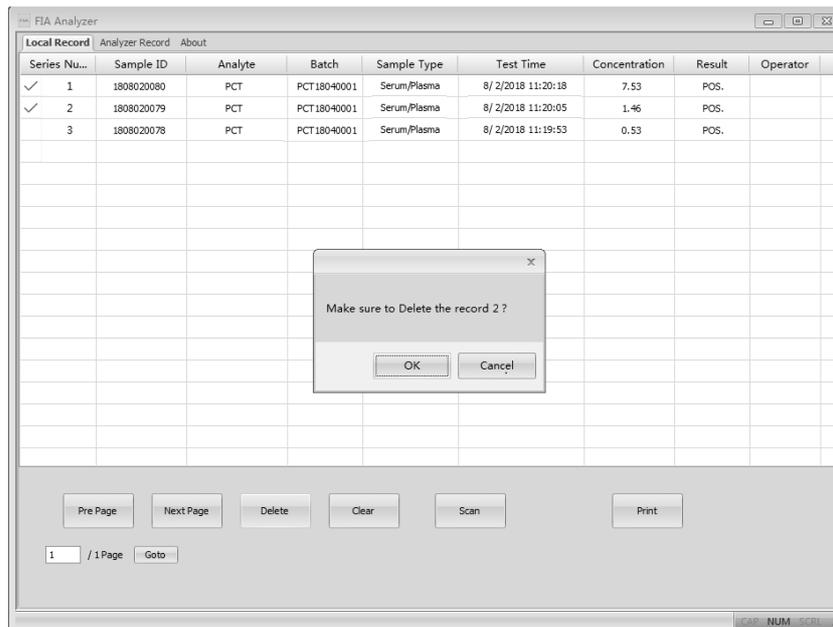

Fig. 44
- "**Delete**": Selecione os itens a serem excluídos e clique em "**Delete**", você pode receber um prompt como na Fig. 44 para confirmar. Clique em "**OK**" para apagar.